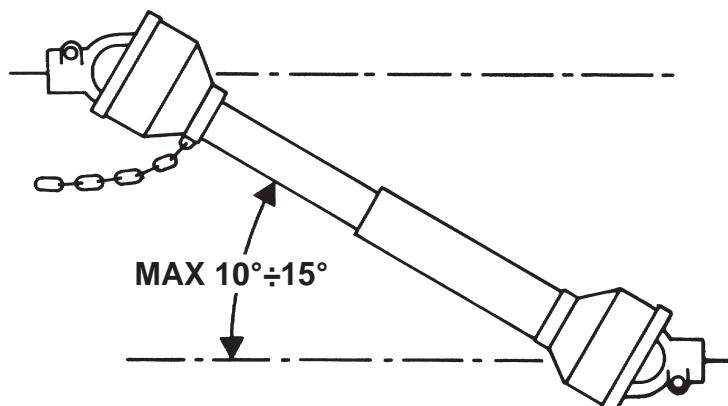

Fig. 6
41) Disinserire, sempre, la presa di forza quando l'albero cardanico fa un angolo troppo aperto (mai oltre i 10 gradi - Fig. 6) e quando non viene usata.
41) Always disengage the pto when the cardan shaft is set at an excessively open angle (never beyond 10 degrees - Fig. 6) and when it is not in use.
41) Débrayez toujours la prise de force quand l'angle de l'arbre à cardans est trop ouvert (jamais plus de 10 degrés Fig. 6) et lorsque vous ne devez pas l'utiliser.
41) Die Zapfwelle immer ausschalten, wenn die Gelenkwelle einen zu großen Winkel einnimmt (nie über 10 Grad - Abb. 6) und wenn sie nicht gebraucht wird.
41) Desactivar, siempre, la toma de fuerza cuando el árbol cardánico hace un ángulo demasiado abierto (nunca superar los 10 grados - Fig. 6) y cuando no la usamos.